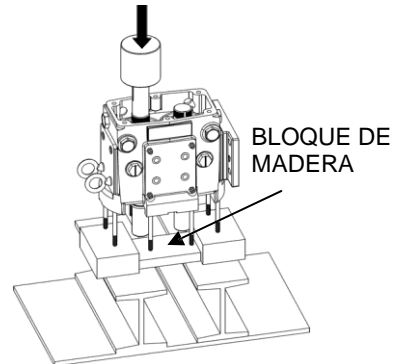

Figura 46: Presionar ejes de caja de engranes
4) Coloque la caja de engranes en una prensa con el lado del extremo del fluido hacia abajo (Figura 46). Use un bloque de madera para evitar que los ejes golpeen el suelo cuando se empujen hacia afuera. Una vez que el bloque protector esté en su lugar, empuje los ejes hacia fuera de la caja de engranes. Consulte la Tabla 4 para conocer la fuerza necesaria (en toneladas) para empujar los ejes fuera de la caja de engranes.